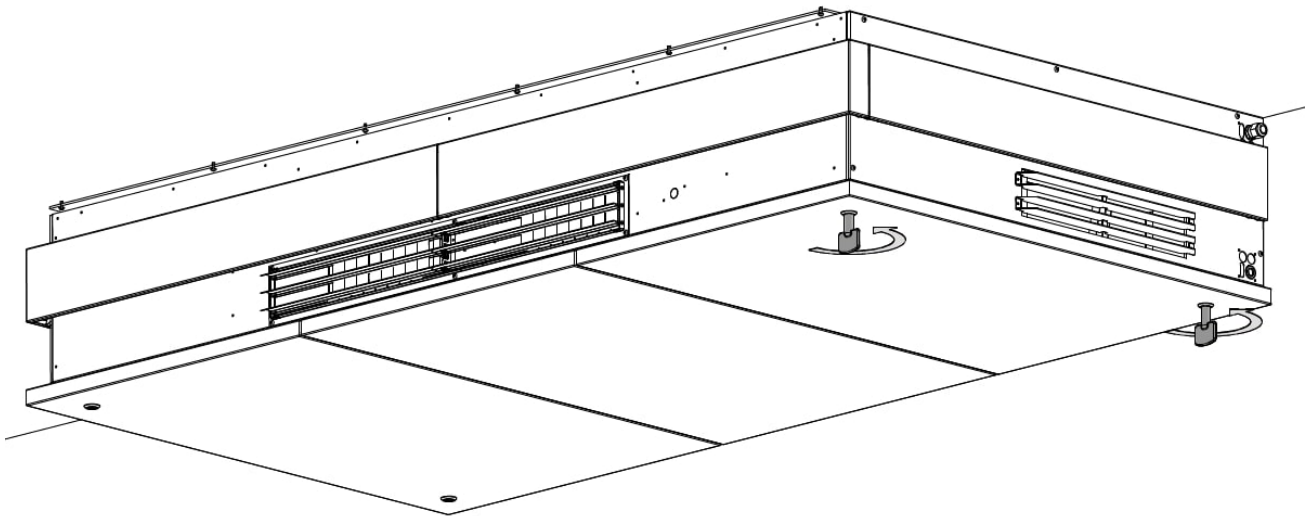

Abbildung 34: Schließen des Gehäusedeckels
10. Schließen Sie den Gehäusedeckel, siehe Abbildung 34.